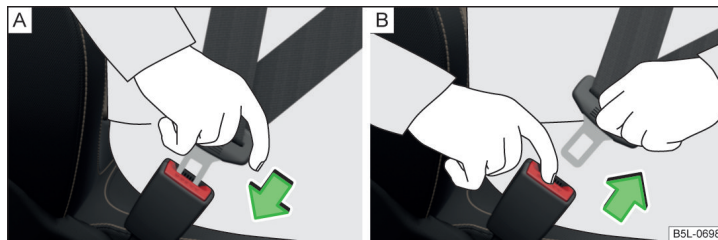

Fig. 7 Sådan spændes sikkerhedsselen. / Sådan tages sikkerhedsselen af.
- » Fig. 7 – [A]. Du skal kunne høre, at den går i hak.
- Tag fat i låsetappen, og tryk på den røde knap i selelåsen » Fig. 7 – [B]. Låsetappen springer ud.